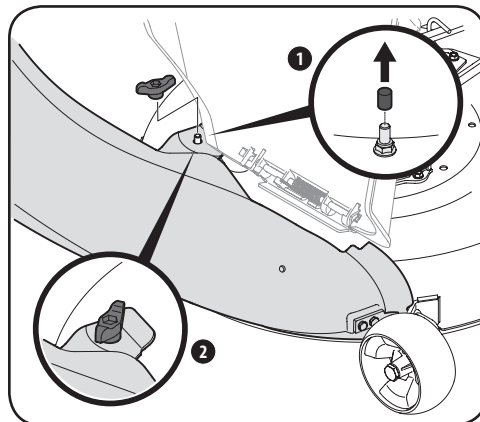

Figura 4-19
- Fije el codo del canal a la plataforma con la perilla de aletas (720-04122) del paquete de herrajes 689-00312. Consulte la Figura 4-19.
**NOTA:** Si la hubiera, retire la cubierta protectora del prisionero de montaje en la plataforma de corte como se muestra en el recuadro de la Figura 4-19.